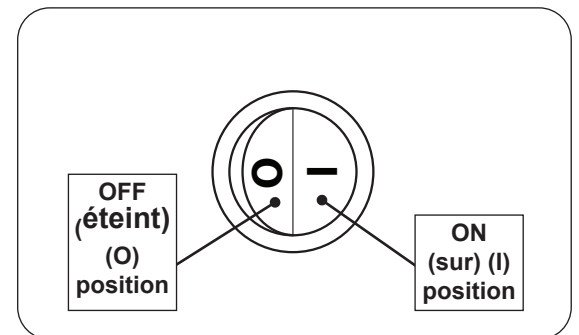

Fig. 67-1 Opération manuelle
3. Appuyez sur l'interrupteur ON/OFF (sur/éteint) à la position **ON** (sur) (I) (see Fig. 67-1).